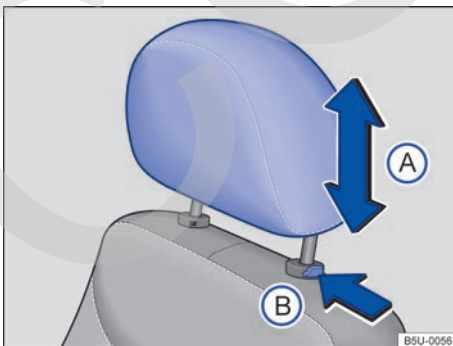

Fig. 42 Desmontar el apoyacabezas delantero.
- Presionar la tecla ⇒ fig. 42 ⓑ en el sentido de la flecha. Retirar el apoyacabezas con la tecla presionada.
- Empujar el apoyacabezas totalmente hacia abajo con la tecla ⇒ fig. 42 ⓑ presionada.